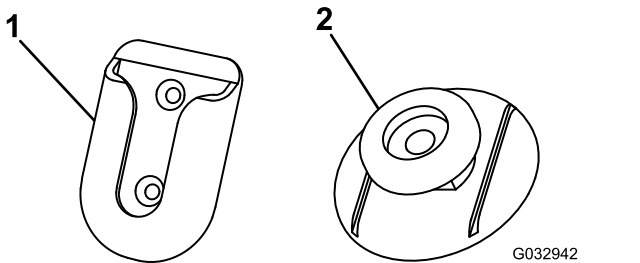

Figure 15
4. Nettoyez le dos du support pivotant (Figure 15) avec le tampon imbibé d'alcool puis séchez-le.
8. Retirez la pellicule protectrice d'un côté de la surface adhésive et appliquez ce côté au dos de la patte de montage (Figure 15).